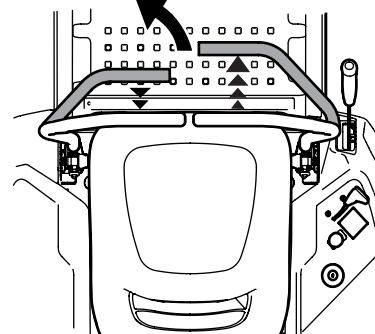

Figura 3-5
- Para girar a la izquierda, mueva la palanca de control del lado izquierdo hacia atrás respecto de la palanca derecha. Consulte Figura 3-5.